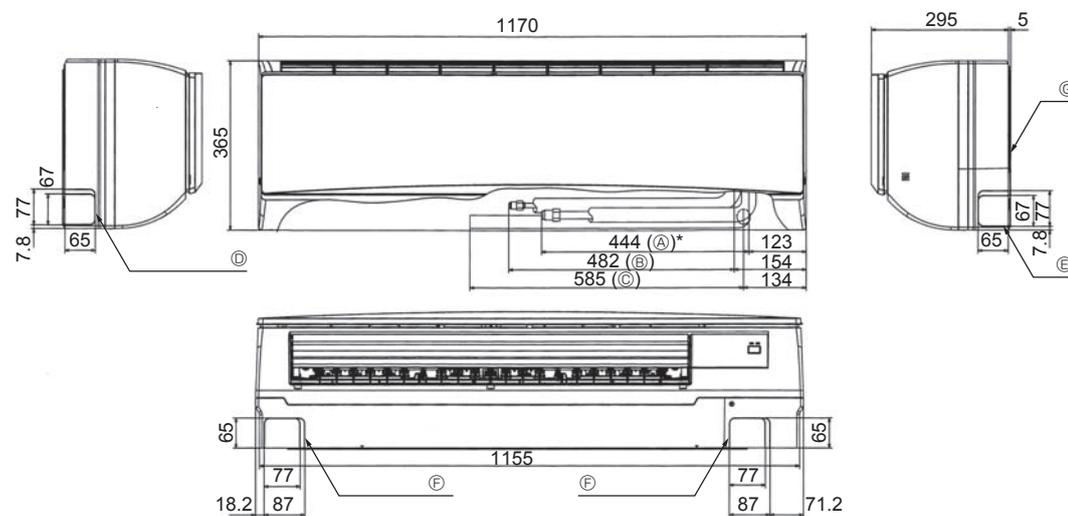

Fig. 4-2
4.3. Plaats van de koelstof- en afvoerpijpen (Fig. 4-2)